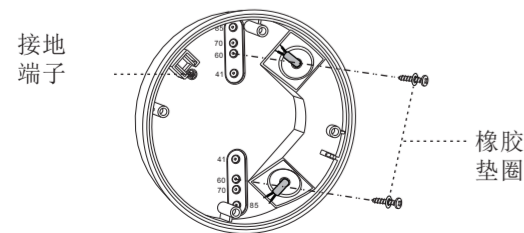

图 16
3.4.3.3 选择适当的敲孔，以便配有橡胶垫的 2 颗木螺钉将接线盒固定到天花板表面上（见图 16）。